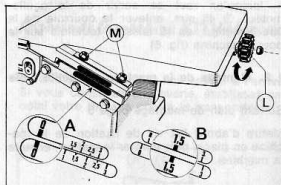

Figure 9
La différence de niveau entre les tables-machine est égale à la profondeur de passe. Régler le niveau de la table d'entrée par la poignée L et lire la profondeur de passe sur le vernier (fig. 9).
- de la table sur les tiges-glissières par les écrous-freins M (fig. 9)